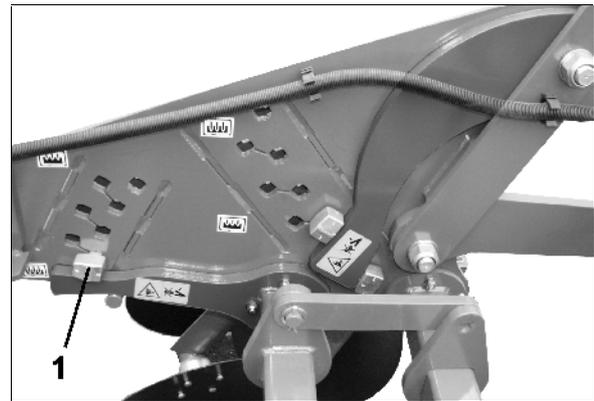

Fig. 30
La guía de profundidad de los discos huecos resulta a través del rodillo trasero con un perno excéntrico en el larguero de posicionamiento de la hilera posterior de discos (Fig. 30).
- Por cambio de lugar del perno excéntrico (Fig. 30/1)
- Por giro del perno excéntrico (Fig. 30/1)